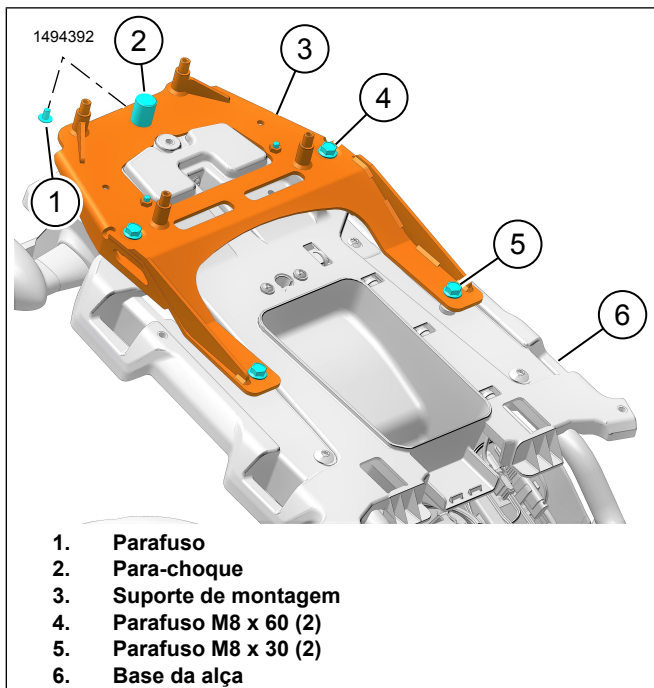

Figura 8. Suporte de montagem
- 5. Veja a figura 8. Instale o calço de amortecimento (2) e o parafuso (1) no suporte de montagem (3).
- a. Aperte o parafuso (1).
- 7. Veja a figura 8. Instale o suporte de montagem (3).
- c. Veja a figura 8. Aperte os parafusos (4, 5).